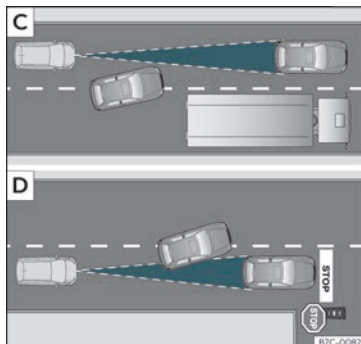

Fig. 155 **C** Mudança de faixa de um veículo. **D** Veículo em circulação e outro parado.
- Veículos que mudem para a faixa na qual circula a pouca distância do veículo » **Fig. 155 C**.
»» Fig. 155